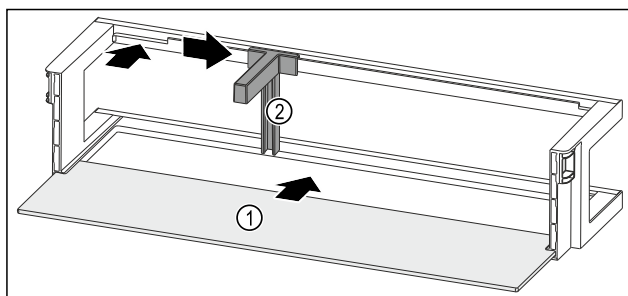

Fig. 166 Dørhylde med hylde
- ▶ Skub hylden Fig. 166 (1) ind i udsparringerne i siden.
- ▶ Indsæt flaskeholderen Fig. 166 (2) i udsparringen.
- ▶ Skub flaskeholderen Fig. 166 (2) til siden til den ønskede position.